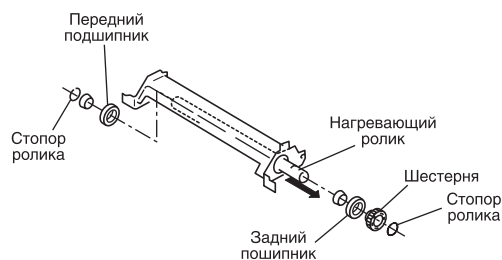

Рис. 14. Снятие верхнего нагревающего ролика
10. Осторожно, чтобы не поцарапать, снимите верхний нагревающий ролик (рис. 14).